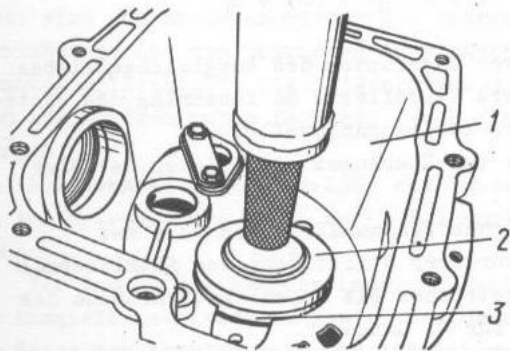

Bild 3-131. Eintreiben des Vorderlageraußenringes des Antriebsrads in Achsgetriebekasten: 1 - Getriebekasten; 2 - Dorn; 3 - Lagerring
- Außenringe der Lager des Antriebsrads und der Kupplungswelle in Achsgetriebekasten und Wechselgetriebekasten (Bild 3-131 und 132) eintreiben. Beim Eintreiben der Lagerringe soll der Untersatz der Presse an Innenwand des Getriebekastens in der Zone des Eintreibens abgestützt sein, um eine Deformation des Getriebekastens zu vermeiden. Beim Eintreiben des Außenringes des vorderen Lagers des Antriebsrads die Innenkante der Ausdrehung am Ring in Übereinstimmung mit der bearbeiteten Fläche an der Wand des Achsgetriebekastens bringen;